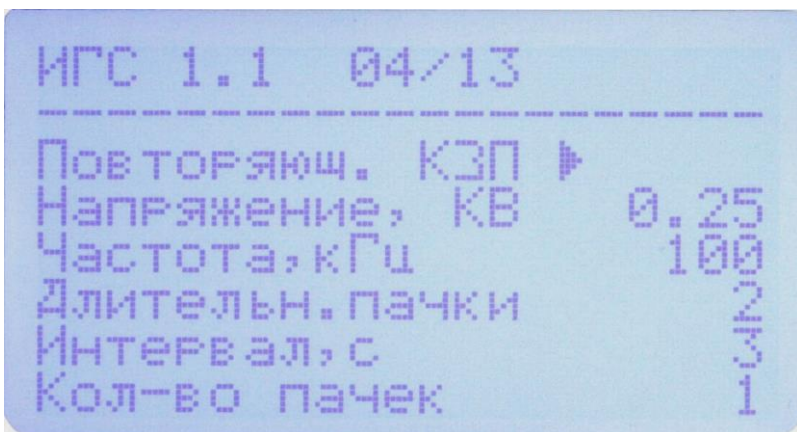

Рис.3
7.9. При установке курсора в верхнюю строку при помощи кнопок «+» или «-» можно установить режим повторяющихся КЗП (см. рис.3).